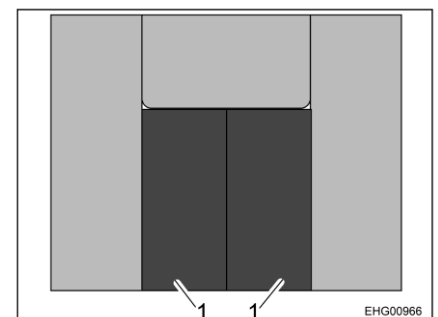

Fig. 67 Disposizione dei cuscini
- Posare il cuscino dello schienale (Fig. 67,1) secondo la disposizione dei cuscini (Fig. 67). Se in precedenza erano stati rimossi i cuscini dei divani, posarli nuovamente.